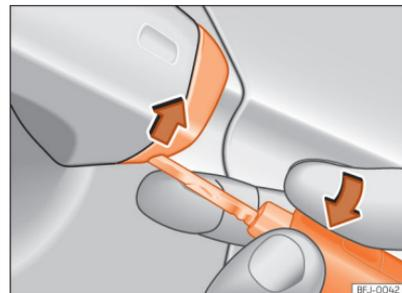

Abb. 55 Fahrertürgriff: Abdeckkappe abhebeln.
- Den Schlüsselbart am Fahrertürgriff in die untere Öffnung der Abdeckkappe stecken und die Abdeckkappe von unten nach oben anheben »» [Abb. 55].